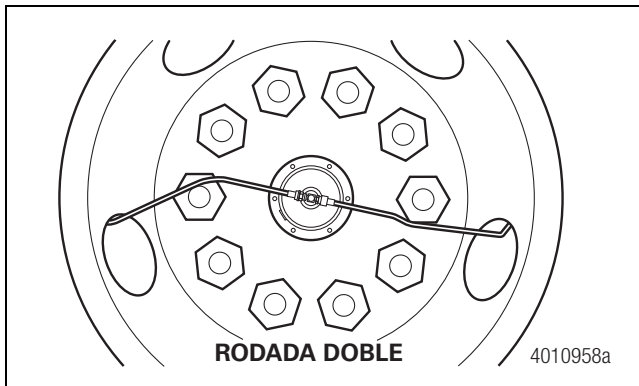
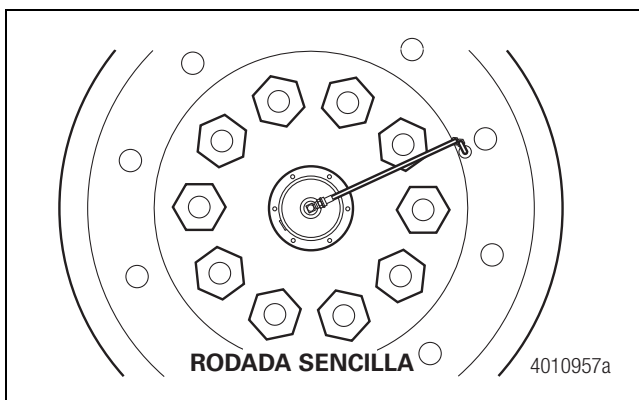

Figura 5.12
Figura 5.13
5. Al reinstalar las ruedas, siga las instrucciones del fabricante de las ruedas. Verifique que los adaptadores de conexión en T apuntan HACIA los vástagos de válvula de los neumáticos para asegurarse de que podrá encaminar correctamente las mangueras del sistema de inflado de neumáticos. Figura 5.12 y Figura 5.13.